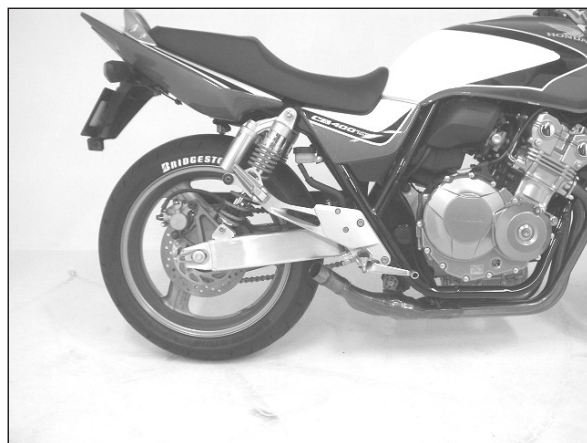

FIG. 1
2. スイングアーム等を傷つけない様に注意して、純正サイレンサーを取り外して下さい。(FIG. 1参照)